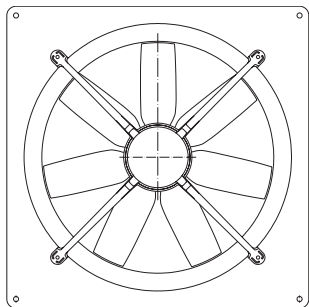
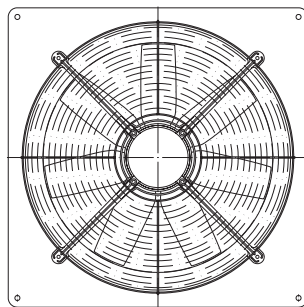

Abb. 1 Bauform Q ohne saugseitiges Berührungsschutzgitter
Abb. 2 Bauform Q mit saugseitigem Berührungsschutzgitter
Abb./fig. 1
Abb./fig. 2
- Fig. 1** Forma costruttiva Q senza griglia di protezione contro il contatto accidentale sul lato aspirante
- Fig. 2** Forma costruttiva Q con griglia di protezione contro il contatto accidentale sul lato aspirante
- **Wandeinbauventilatoren (Abb. 1 und Abb. 2),**
- Wandring Bauform **Q** muss auf ebener Fläche plan aufliegen, Abb. 1
- **Ventilatori da incasso a parete (fig. 1 e fig. 2),**
- La forma costruttiva con anello per attacco a parete **Q** deve poggiare in piano su una superficie livellata, fig. 1